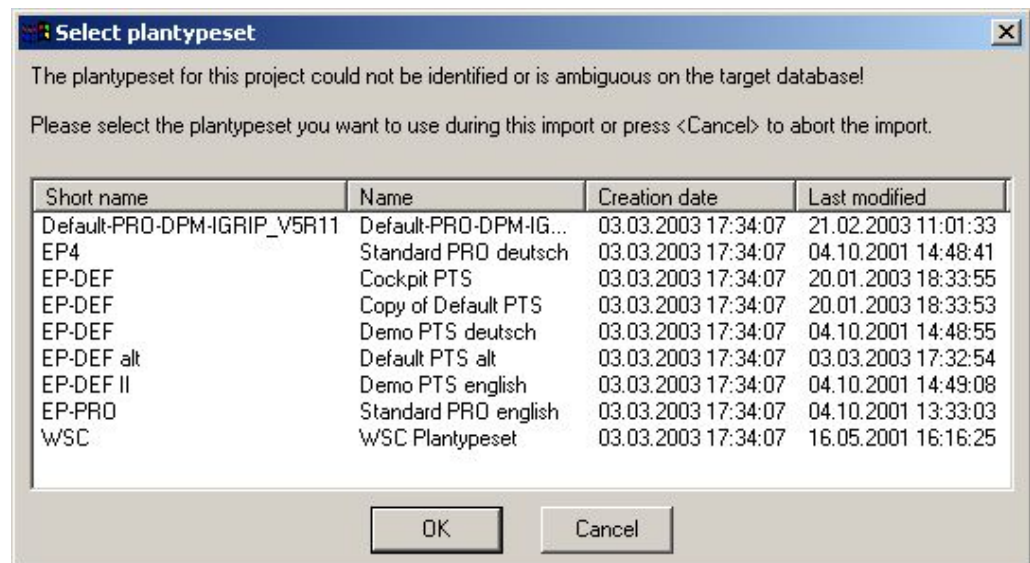

Abbildung 26: Planungstypensatz Selektor
- ➔ Danach erscheint ein Auswahldialog (Abbildung 26) mit allen zur Verfügung stehenden Planungstypensätzen.